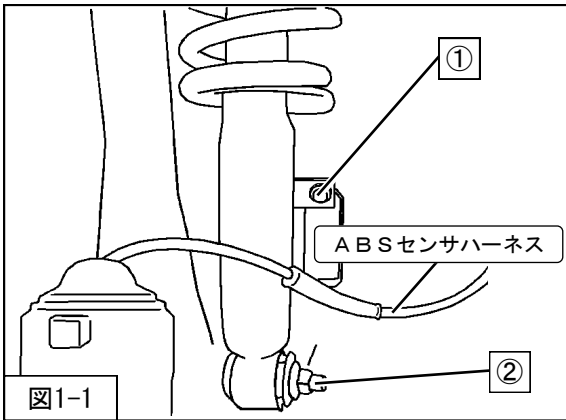

図1-1
2. ①ABSセンサハーネス取付ボルト
②フロントサスペンションASSYロア取付ナットを取外してください。(図1-1)